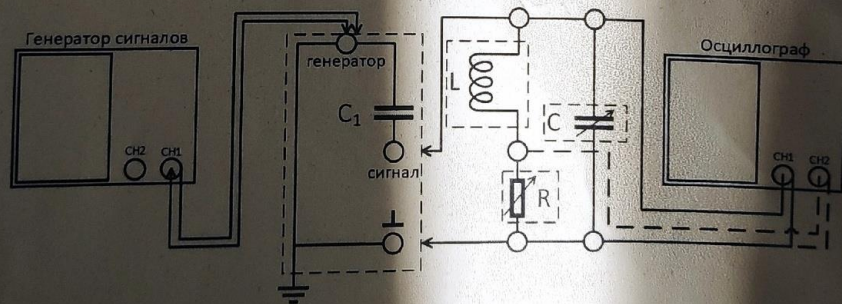

Рис. 1: Схема установки для исследования вынужденных колебаний
1. Подключите генератор специальных сигналов к входу 1(X) осциллографа.
4. Как только удалось получить неподвижную картинку сигнала можно приступить к сборке схемы согласно рис. 1.
1. Введите сопротивление $R \approx 0.05 \cdot R_{ст}$ на магазине. Подайте на канал 2(Y) осциллографа падение напряжения с резистора (на рис. 1 подключение изображено штрихованной линией).